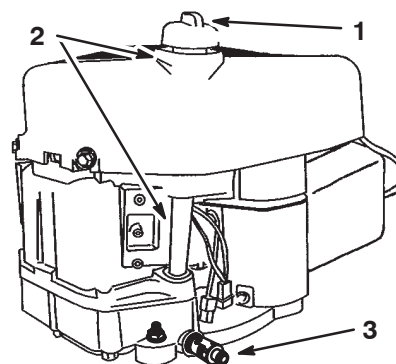

Figure 18
2. Nettoyez la surface autour de la jauge d'huile (Fig. 18) pour éviter que des impuretés ne s'introduisent dans le goulot de remplissage, ce qui risquerait d'endommager le moteur.
10. Nettoyez la surface autour de la jauge d'huile et dévissez le bouchon (Fig. 18).
11. Versez lentement environ 80% de la quantité d'huile spécifiée dans le goulot de remplissage (Fig. 18) (voir Changement de l'huile moteur et du filtre, page 20).